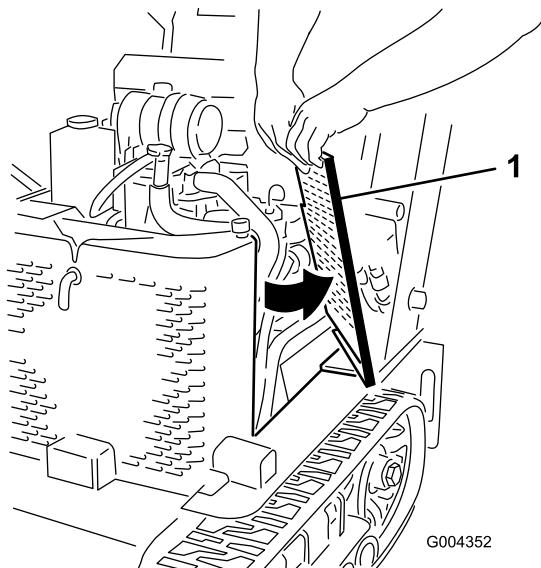

Figura 30
- Deslice las rejillas laterales (Figura 30) hacia arriba y retírelas de las ranuras de la rejilla delantera y del bastidor.